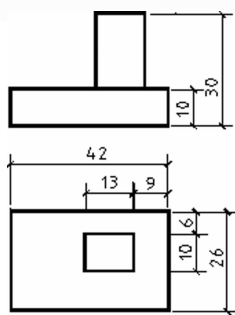
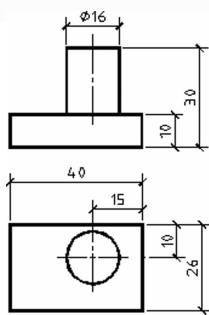

图 2-44 长方体的定位
图 2-45 圆柱体的定位
(2)定位尺寸。定位尺寸是用于确定各基本形体之间相对位置的尺寸。如图 2-44 中所示的 9 和 6 和图 2-45 中所示的 15 和 10,分别确定了长方体和圆柱体的左右、前后方向的位置。